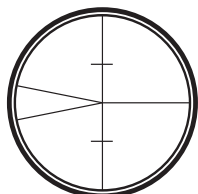

Fig. 3
1. **Ustaw ostrość celownika optycznego** (rys. 3), kierując teleskop na jasne tło lub trzymając arkusz białego papieru przed soczewką obiektywu, a następnie obracając okular, aż celownik optyczny stanie się czarny i ostry.